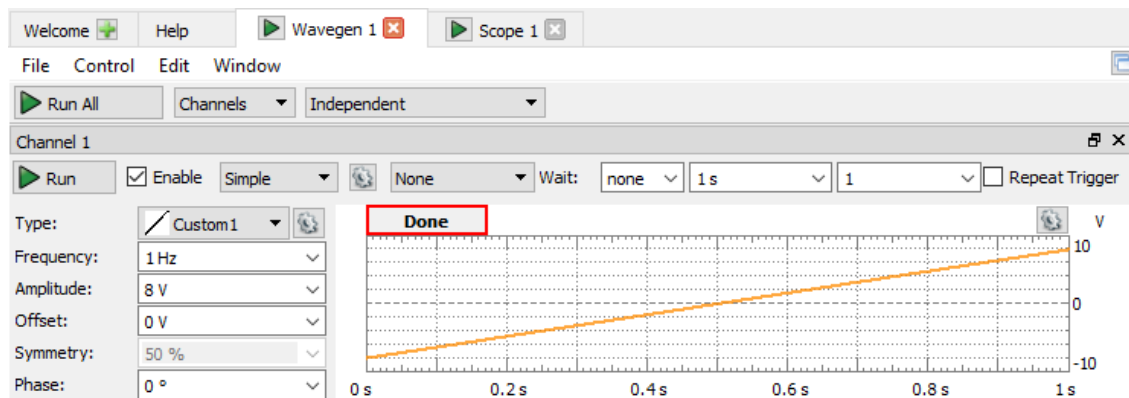

Abbildung 6: Weitere Wavegen-Einstellungen
Der Signalgenerator ist im Wavegen-Fenster (Abb. 6) zu konfigurieren, zu öffnen aus dem Startfenster über die Schaltfläche »Wavegen«. Schrittfolge zur Programmierung:
- Weitere Einstellungen des Signalgenerators im Fenster Abb. 6: